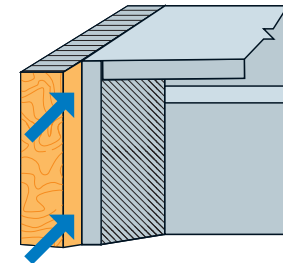

Figura 3: Empujar el gabinete hacia atrás
2. Empuje el gabinete hacia atrás por la abertura cuanto sea posible (véase la **Figura 3**).